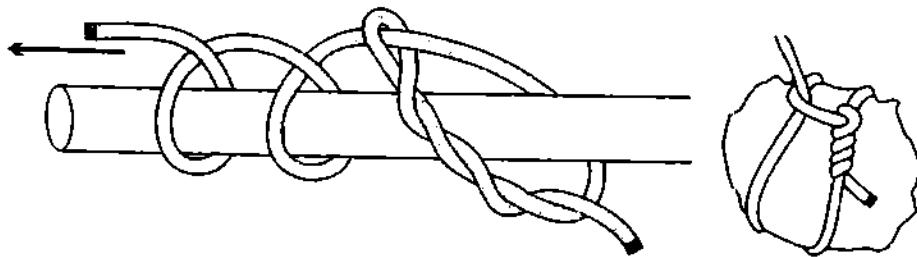

Рис. 656. Плотницкий штык с полуштыками.
**Плотницкий штык** с полуштыками незаменим при буксировке досок и брёвен (рис. 656). Им очень удобно поднимать громоздкий груз на высоту – лонжероны, брёвна, доски, небольшие ящики, баулы и т. п. После прекращения нагрузки узел тут же ослабляется и груз без труда освобождается из петли. Чтобы длинный предмет «не гулял» при подъёме или буксировке, **плотницкий штык** вяжется на середине предмета, а полуштыки – от одного до трёх – кладутся ближе к концу. Завязывая такой узел, надо помнить, что сначала кладутся полуштыки, которые вяжутся со стороны направления тяги, а потом вяжется сам узел.